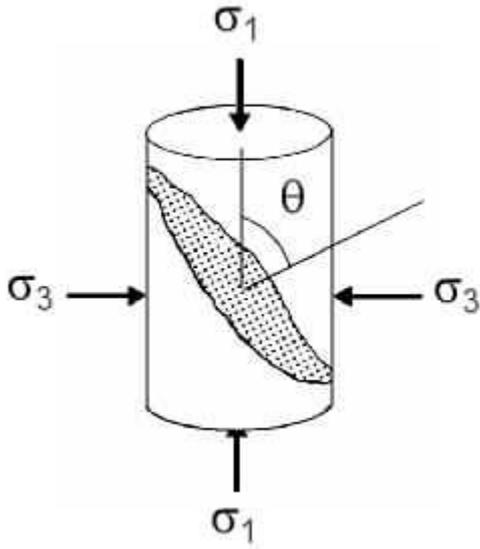

Figure 2: Orientation des plans de rupture des spécimens déformés du grès d'Oil Creek.  $\theta = 67^\circ$ .
4) Déterminez l'orientation théorique du plan de rupture sur chacun des cercles de Mohr. Est-elle la même pour chaque essai? Ces orientations sont-elles conformes à celle observée sur le spécimen déformé et schématisé sur la figure 2?
5) Que se passe-t-il lorsque la pression de confinement augmente? (Commentez l'influence sur la résistance à la rupture du grès, la contrainte différentielle au moment de la rupture, la rigidité (E) et la ductilité du grès).